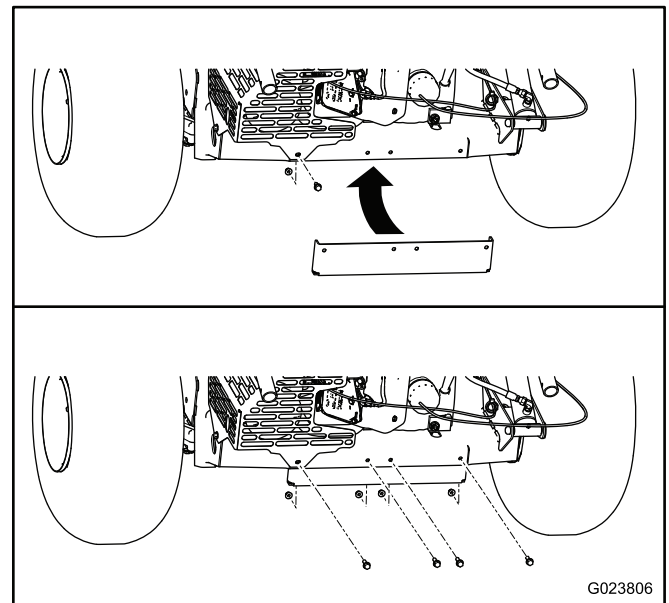

Bild 16
1. Entfernen Sie die Mutter und die Schraube, mit denen das Auspuffschutzblech am Heck der Maschine befestigt ist (Bild 16).
3. Befestigen Sie die Rahmenhalterung mit vier Schrauben (5/16" x 1") und vier Bundmuttern (5/16"), siehe Bild 16.